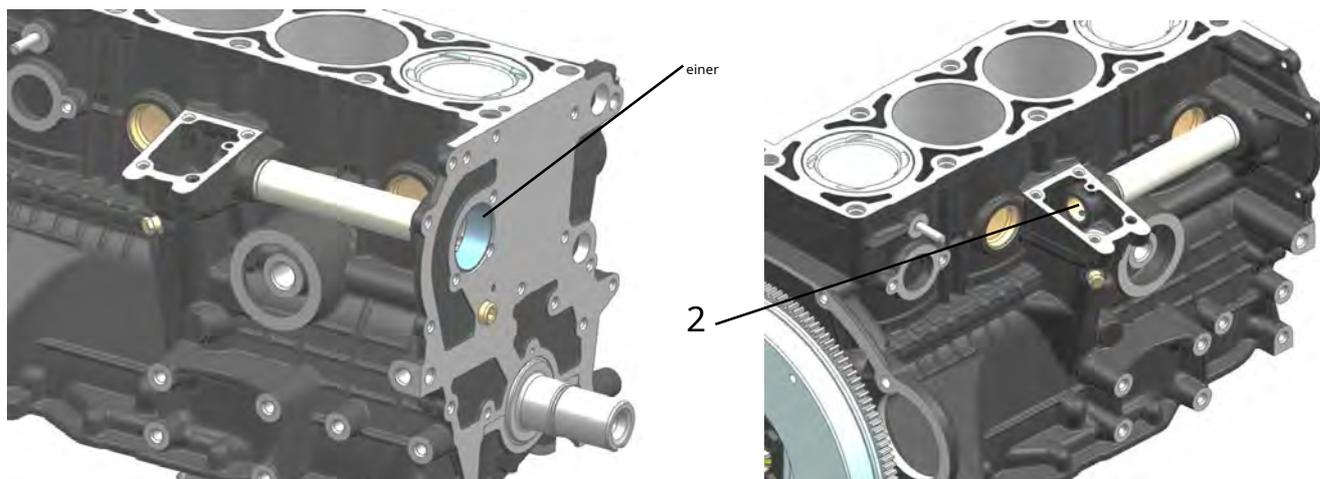

Abb. 122. Zwischenwellenbuchsen:
**12. Zwischenwelle und Ölpumpenantriebswelle einbauen. Mit Motorölbuchsen 1, 2 schmieren (Abb. 122)**